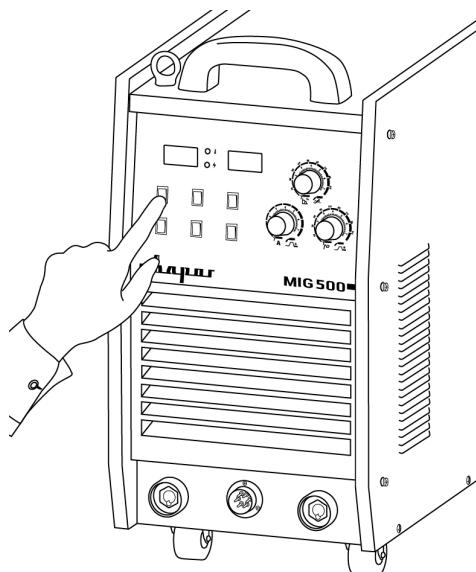

Рис. 10.2. Выбор способа сварки.
1. Переийдите в режим MMA (См. рис. 7.1, п. 5) на передней панели сварочного аппарата (См. рис. 10.2).